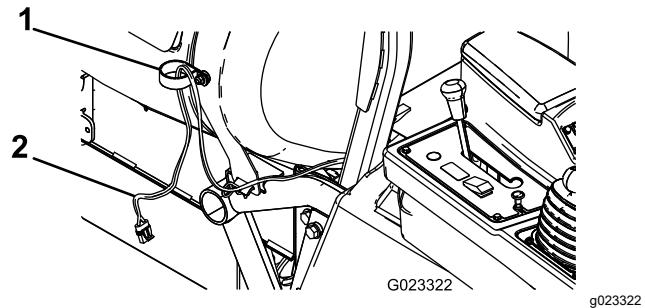

Figura 2
4. Prenda um grampo em R pequeno ao parafuso de carroçaria utilizando uma porca flangeada ($\frac{3}{8}$ pol.) como se mostra na Figura 2.
5. Encaminhe a extremidade do cilindro da tubagem da cablagem através do grampo em R como se mostra na Figura 2.